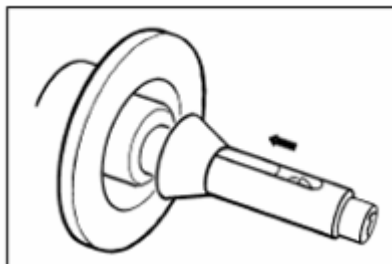

Рис. 7 Установка центровочного конуса на вал
- Установить на главный вал центровочный конус или центровочное кольцо в соответствии с диаметром центрального отверстия колеса (рис. 7).